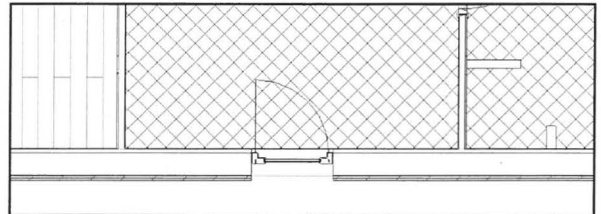

Fig. 08.31. Døren.
- Placer døren i husets entré (Fig. 08.31).